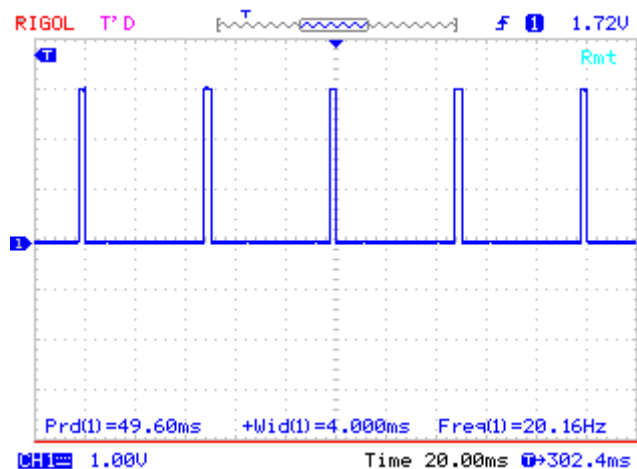

Рисунок 12.2 Осциллограмма передаваемого сигнала
1. Собрать лабораторную установку согласно рис.12.2.